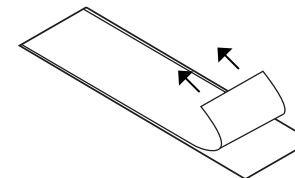

FIG 3.
3. Verwijder de beschermfolie van de plaklaag minimaal 7mm naar achteren (zie fig 3).